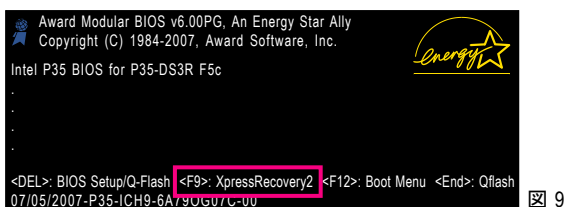

図 9
2. 初めて Xpress Recovery2 でバックアップ機能を使用した後、Xpress Recovery2 はハードドライブに永久的に保存されます。後で Xpress Recovery2 に入るには、POST 中に <F9> を押してください(図 9)。